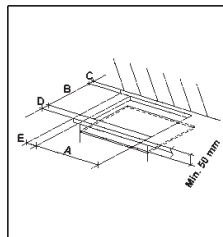
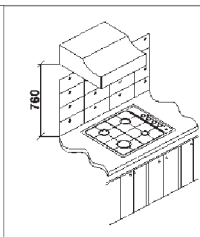

FIG. 8
FIG. 9
- Vérifiez que les chapeaux de brûleur émaillés « A », « B » et « C » (fig. 8 et 8/A) ont été correctement positionnés sur la tête du brûleur. Elle doit être stable.
Les mesures de l'ouverture figurant au-dessus du coffre modulaire et dans lequel la plaque chauffante sera installée sont indiquées à la fig. 8. Respectez toujours les mesures indiquées pour le trou dans lequel l'appareil sera encastré (voir fig. 9).
- Afin d'éviter tout contact accidentel avec le fond surchauffé de la table de cuisson, lors du travail, il est nécessaire de mettre une garniture en bois, fixée par des vis, à une distance minimale de 50 mm à partir du haut (voir fig. 8)